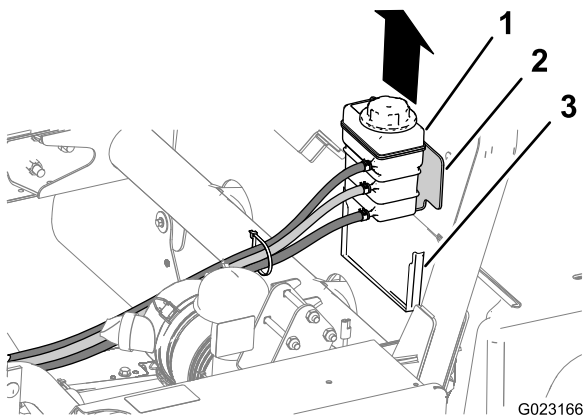

Bild 11
3. Heben Sie den Kühlmittelbehälter aus den Stützhaltungen hinten am Schutzblech des Überrollschutzes (Bild 11).